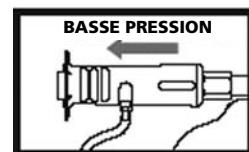

Figure 8
- Pousser vers l'extérieur sur l'embout noir pour faire en sorte que la lance soit en mode basse pression (Figure 8).